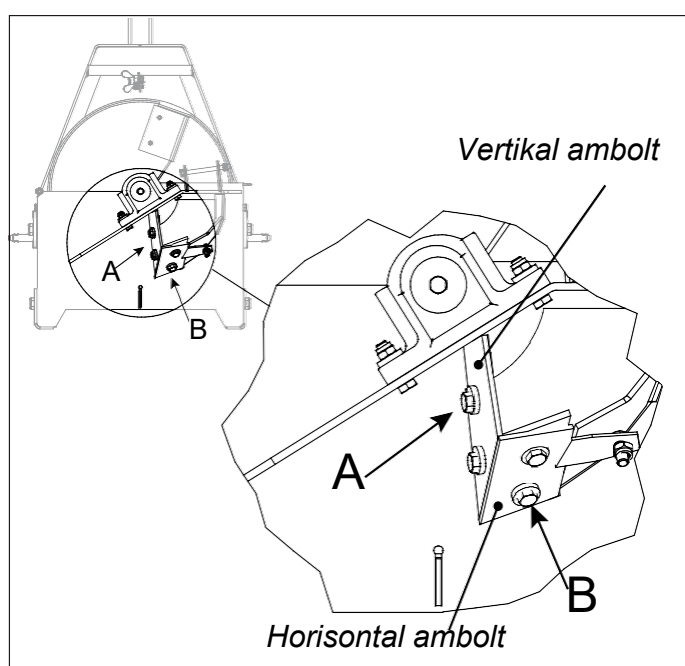

Fig. 16. Amboltens festebolter
Huggeren har både en vertikal og horisontal ambolt. For å fjerne amboltene åpne festeboltene (A) og (B) (M12). Festebolten til den horisontale ambolten (B) befinner seg under mateåpningen. Fig. 16.